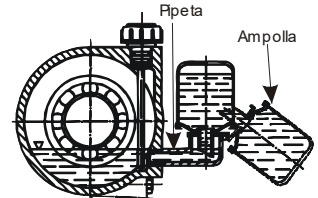

Fig. 3: Engrasador
- se el soporte es equipado de engrasador, volcar la ampolla y verter la grasa en la pipeta hasta que alcanza el nivel según lo indicado en la fig.3 llene el bulbo de cristal y póngalo en posición vertical. Compruebe que el nivel de la ampolla esté constante. Los tipos de grasa indicados en tab.1 son válidos para las temperaturas entre -10° y 120°C.